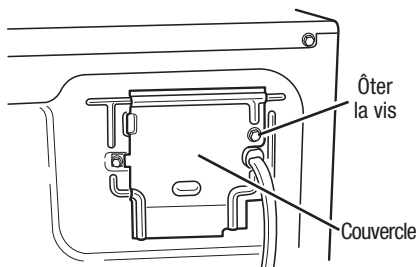

Figure 2. Enlever le couvercle
2. Enlever le couvercle dans l'angle supérieur droit à l'arrière de la sècheuse. Voir figure 2.
- 2.** Enlever le couvercle dans l'angle supérieur droit à l'arrière de la sécheuse. Voir figure 2, page 44.